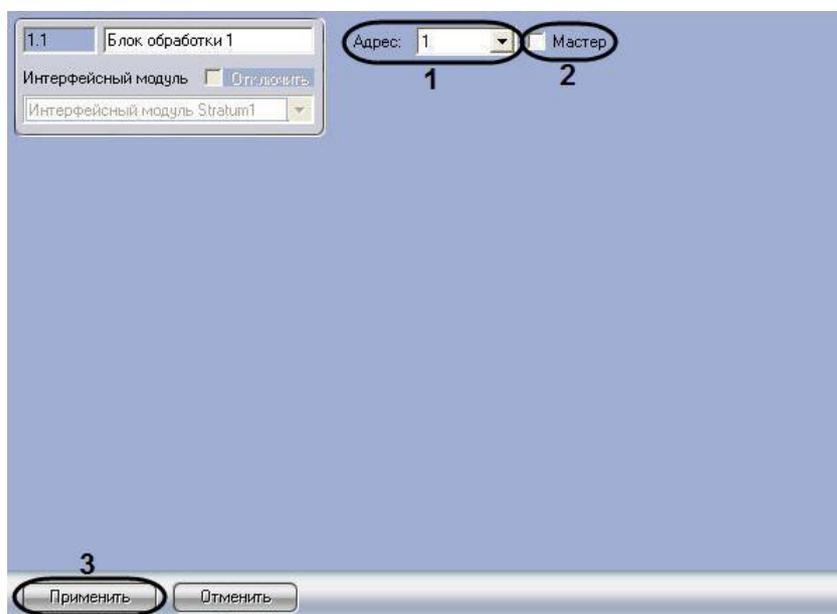

Рис. 2.5-2. Настройка объекта Блок обработки
1. Перейти на панель настройки объекта **Блок обработки** (Рис. 2.5-2).
2. Из раскрывающегося списка **Адрес** выбрать локальный адрес процессорного модуля, заданный при настройке системы *Stratum* в программе «Site Manager» (см. Рис. 2.5-2, 1).
3. Установить флажок **Мастер**, если система *Stratum* подключена к компьютеру через данный процессорный модуль (см. Рис. 2.5-2, 2).
4. Для сохранения внесенных изменений нажать кнопку **Применить** (см. Рис. 2.5-2, 3).